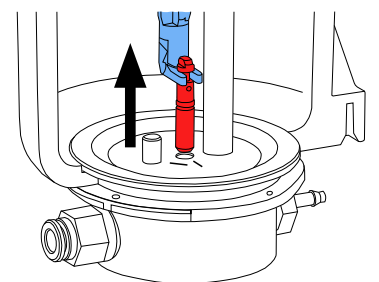

Fig. 12
- Afferrare l'ugello dosatore con l'attrezzo e sfilarlo verso l'alto (Fig. 12).